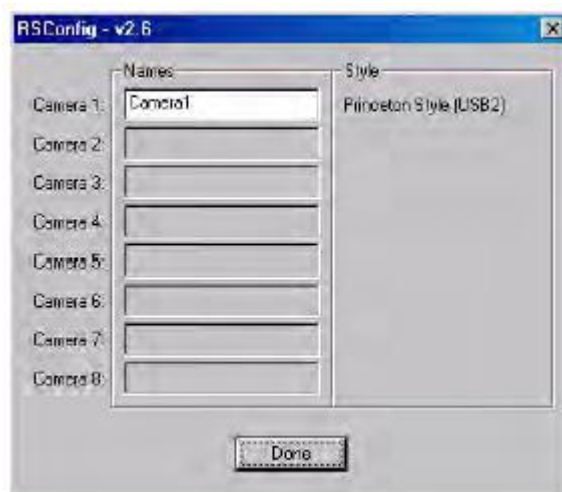

图 98 RSConfig 对话框
- 4、当出现 RSConfig 对话框（图 98），您可以改变相机名或保留默认的相机名 “Camera1”。当您完成操作后点击 **Done** 按钮。